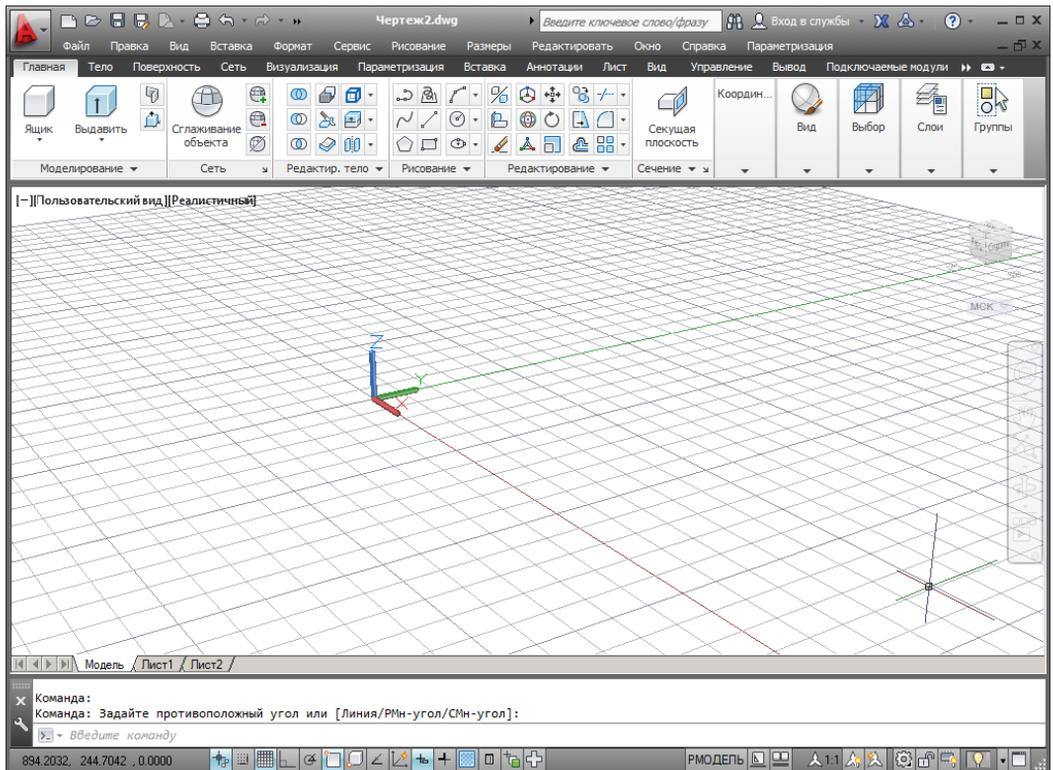
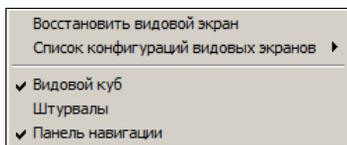

Рис. 10.4. Перспективная проекция в новом чертеже
Рис. 10.7. Меню управления конфигурациями видовых экранов
На рис. 10.4 показан новый чертеж, созданный с помощью шаблона acadiso3D.dwt. Особенностью этого чертежа является то, что в нем установлена перспективная проекция.
В версии 2012 в левом верхнем углу появилась небольшая, но емкая **панель управления видовым экраном**  [–] [Верхняя] [2D каркас] (см. рис. 1.6), которая состоит из трех меню. Заголовком каждого из этих меню является текстовая строка в квадратных скобках. Щелчком левой кнопки мыши по заголовку можно раскрыть соответствующее меню. Сами меню показаны на рис. 10.7—10.9.
В системе AutoCAD доступна не только параллельная, но и перспективная проекция. На рис. 10.4 приведен пример перспективного вида.
Кнопка  панели навигации и пункт **Штурвалы** (SteeringWheels) меню управления конфигурациями видовых экранов (см. рис. 10.7) соответствуют команде НАВШТУРВАЛ (NAVSWHEEL). Эта команда предназначена для вызова *штурвала* — введенного в версии 2009 инструмента быстрого перемещения по файлу чертежа с помощью курсора. Работая со сложной трехмерной моделью, вы можете с помощью штурвала без особых усилий облететь нужные объекты, осмотреть комнаты здания.
Еще одно средство быстрого управления видами появилось в версии 2009 — **Видовой куб** (ViewCube). Это специальное меню необычной формы (см. рис. 2.37), которое, как правило, постоянно находится на экране в правом верхнем углу (см. рис. 10.4). При необходимости его можно убрать с экрана (а потом снова восстановить) с помощью пункта **Видовой куб** (ViewCube) меню управления конфигурациями видовых экранов (см. рис. 10.7).
- ◆ меню систем координат текущего чертежа (на рис. 10.4 активной является МСК);